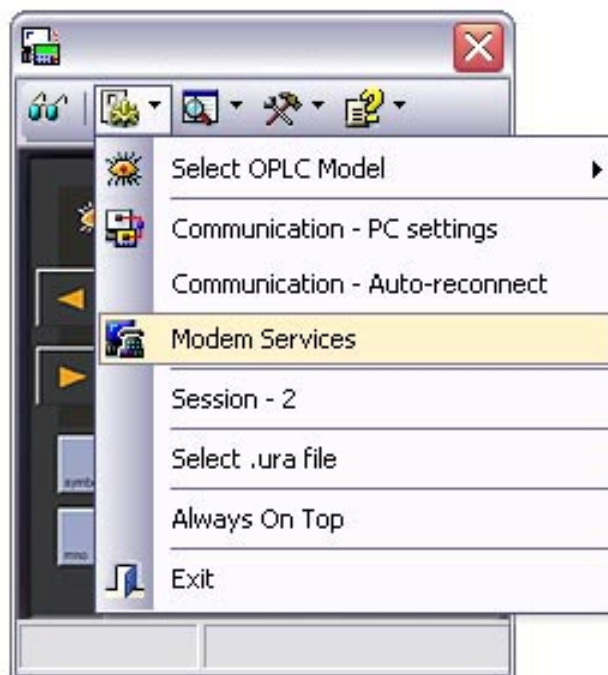

Рис. 5. Выбор соединения через модем
4. Для соединения через модем необходимо выбрать соответствующий символ (рис. 5 Приложения). Для соединения по физической линии перейти к п. 7.